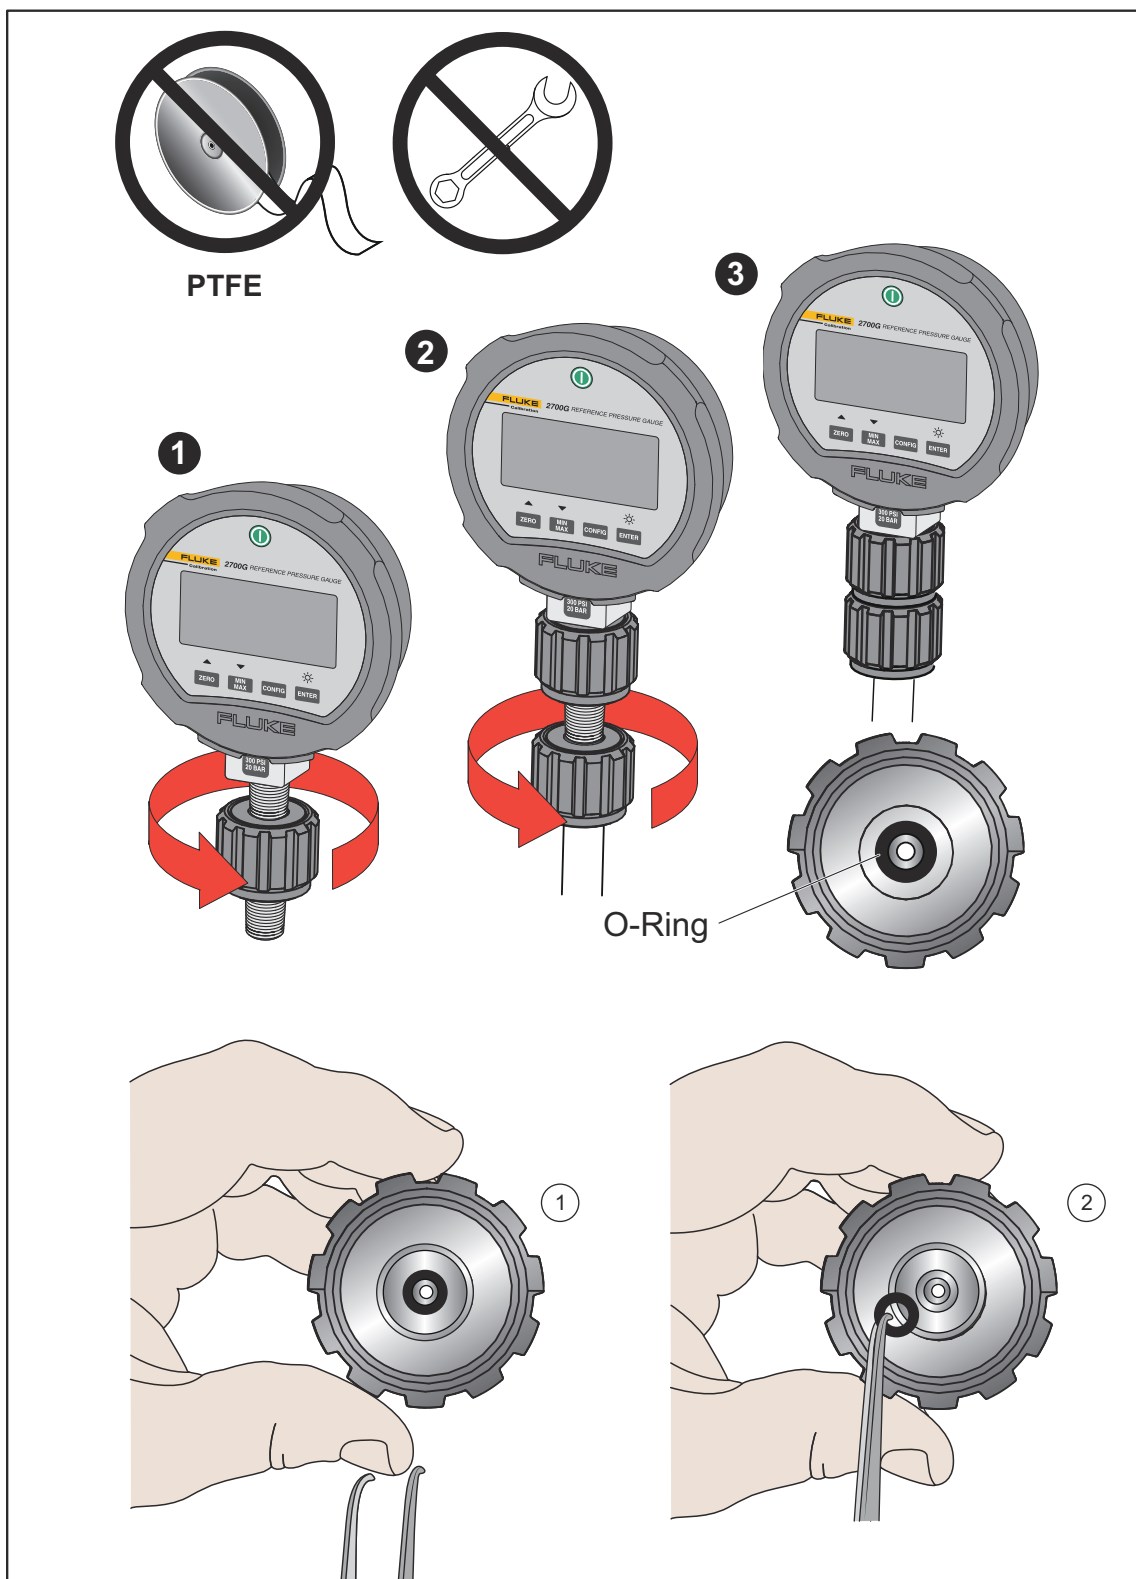

Рисунок 10. Замена уплотнительного кольца M20
1. Полностью навинтите соответствующий переходник манометра на проверяемое оборудование, см. Рисунок 10.